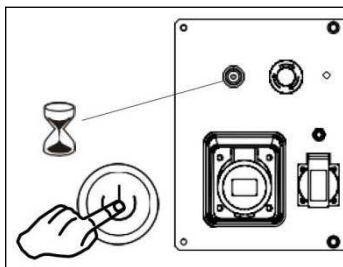

рис.12
- Нажмите и удерживайте кнопку старт /стоп в течение 1-3 сек., (рис.12).